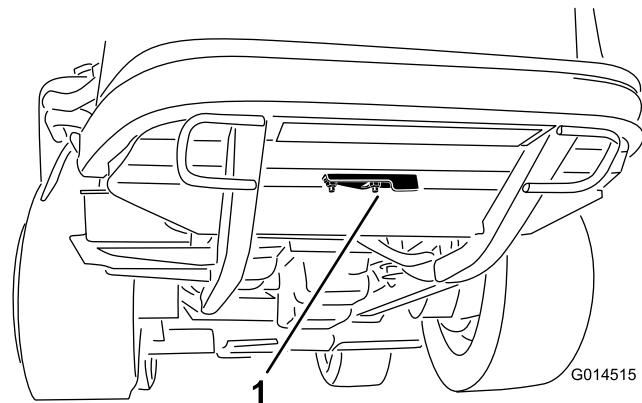

Рисунок 43
2. Ослабьте фланцевую гайку, которая крепит крышку для чистки к нижней стороне задней рамы (Рисунок 43). Поверните крышку, чтобы получить доступ к отверстию для чистки в раме.